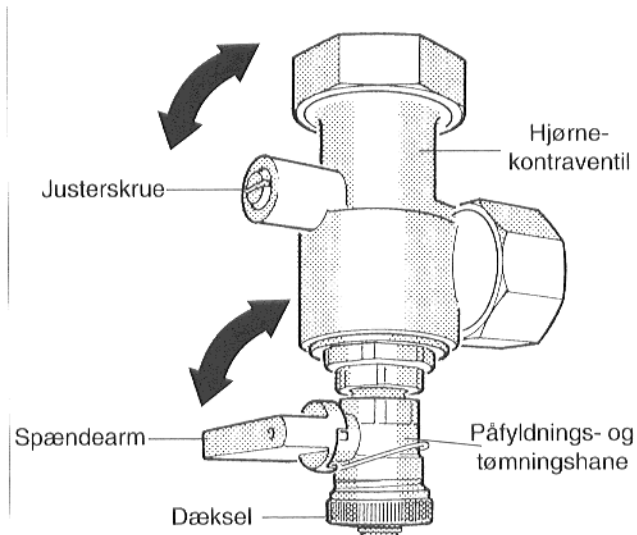

Fig. 15
- Skruekærven på justerskruen på hjørnekontraventilen stilles lodret (altid åbnet) (Fig. 15).
- Dækslet på påfyldningshanen skrues af, og påfyldningsslangen skrues på (Fig. 15).
- Spændearmen på påfyldningshanen stilles lodret (åbnes) (Fig. 15).
- Anlægget påfyldes langsomt via påfyldningshanen (**ca. 1/2 minut**) (Fig. 15).
- Skruekærven på justerskruen på hjørnekontraventilen stilles vandret (driftstilstand) (Fig. 15).
- Anlægget opfyldes videre via påfyldningshanen (Fig. 15).